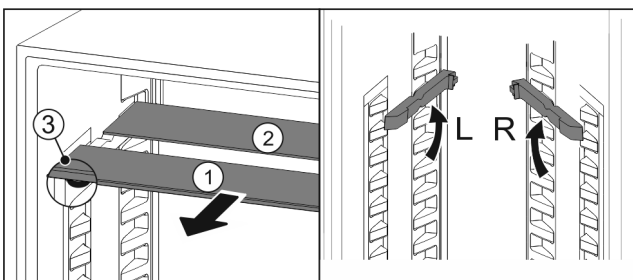

Fig. 68
- ▶ По одной извлеките Fig. 68 (1) стеклянные панели движением вперед.
- ▷ Стеклянная панель Fig. 68 (1) с декоративной планкой лежит спереди.
- ▷ Стопоры Fig. 68 (3) показывают вниз.